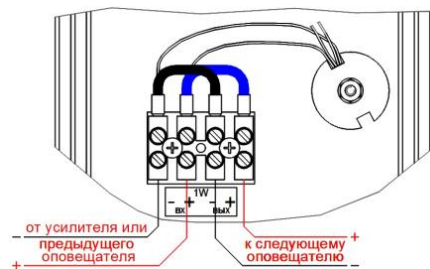

Рис. 2. Схема подключения оповещателя
- к клеммной колодке подсоединить внешние соединительные линии согласно схеме подключения (см. рисунок 2), пропустив входящие и выходящие провода через нижние гермовводы PG-7 в сновании корпуса;